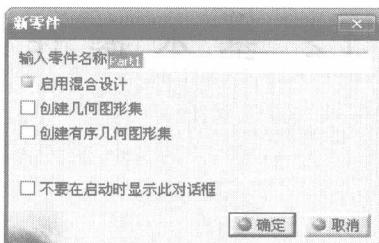

图 1-6 “新零件”对话框
(2) 弹出“新零件”对话框，如图 1-6 所示。可以接受系统指定的名称 Part1，也可以另